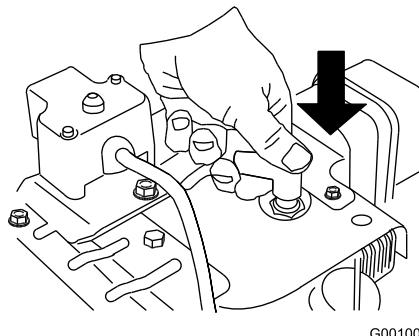

Figura 20
1. Collegate il cavo della candela (Figura 20).